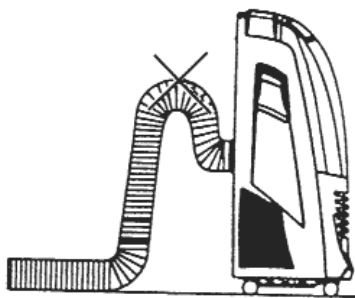

Рис. 4.8
- На рис. 4.8 показано неправильное положение воздухоотводящей трубы, так как при таких изгибах возникает дополнительная нагрузка на двигатель вентилятора.